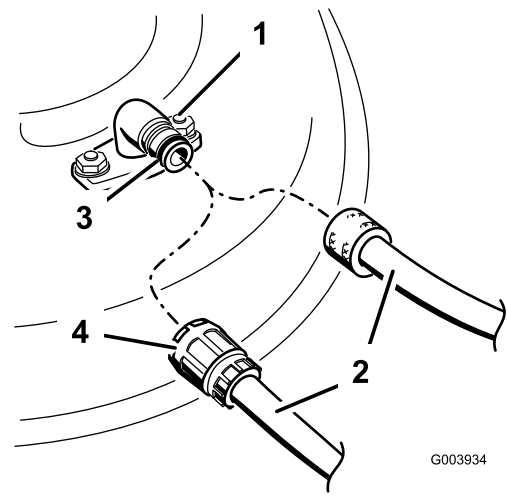

Figure 57
3. Branchez le raccord du tuyau d'arrosage à l'embout de lavage de la tondeuse et ouvrez l'eau en grand (Figure 57).